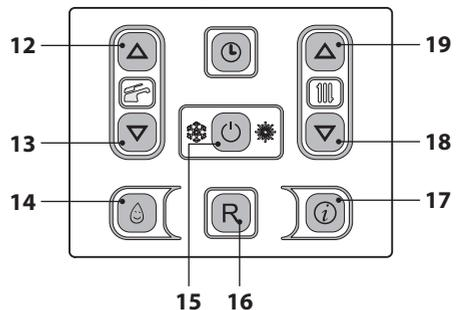

Figura 5.41
- Entrare in "modalità programmazione" premendo contemporaneamente per 10 secondi i tasti 15 - 18 - 19 (Figura 5.41) fino a far apparire sul display LCD le lettere **P01** e il valore del parametro, indicanti l'entrata nel "parametro 01" (Figura 5.42).
- Premendo il tasto 15 (Figura 5.41) si ottiene la conferma del valore inserito.